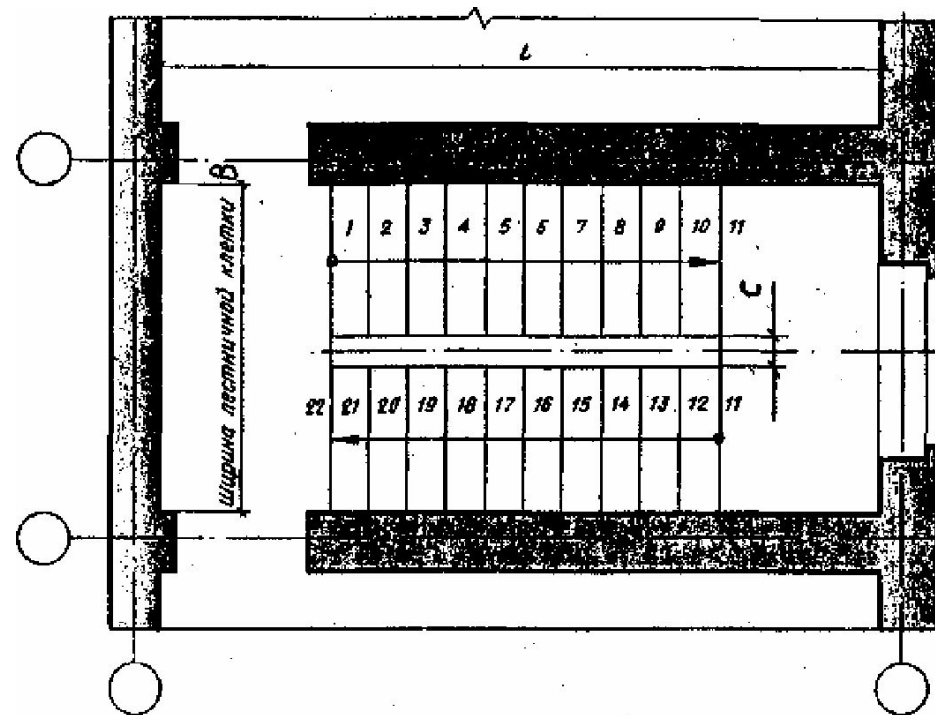

Рис. 2.18
- ❖ Ширина лестничной клетки В на плане равна суммарной ширине обеих маршей плюс промежуток между ними. Промежуток С, необходимый для пропуска пожарного шланга, должен быть 100мм. На плане лестницы разделить ширину лестничной клетки пополам (рис. 2.18), отложить ширину С = 100 мм, а затем вычертить проступи в соответствии с разрезом.